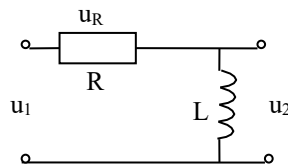

Рис.2.42
**Вариант 9.** Изучить процесс установления напряжения в  $RL$ -цепочке (рис.2.42). Напряжение на индуктивности  $u_L(t) = u_1(t) - u_R(t)$  является выходным  $u_2(t)$  и оно же определяет потокосцепление